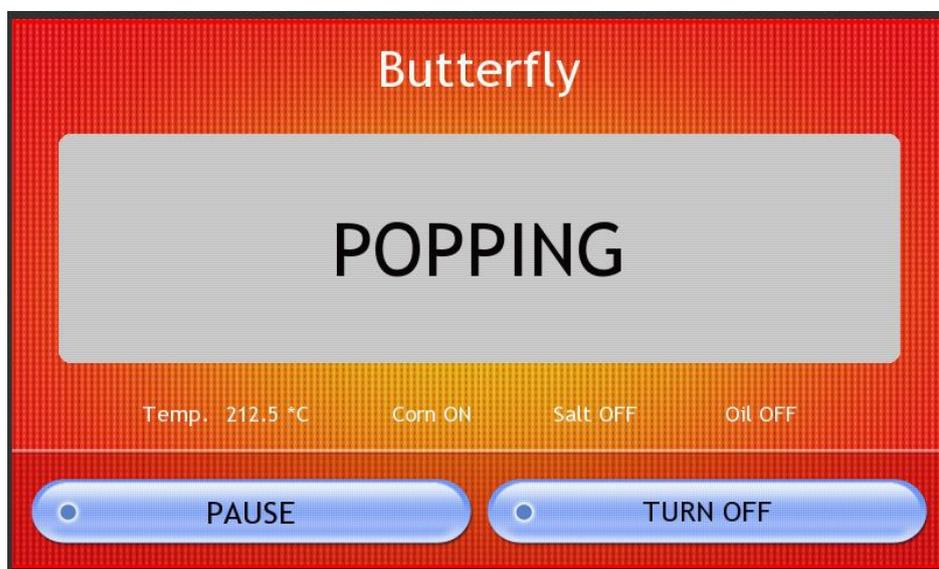

Fig. 7. Pantalla de Preparacion n
9. Si necesita brevemente (hasta 30 minutos) para la máquina, debe presionar, <<PAUSE>> (fig. 7). La máquina dejara de hacer palomitas, pero seguirá calentándose y circulando aire por dentro.